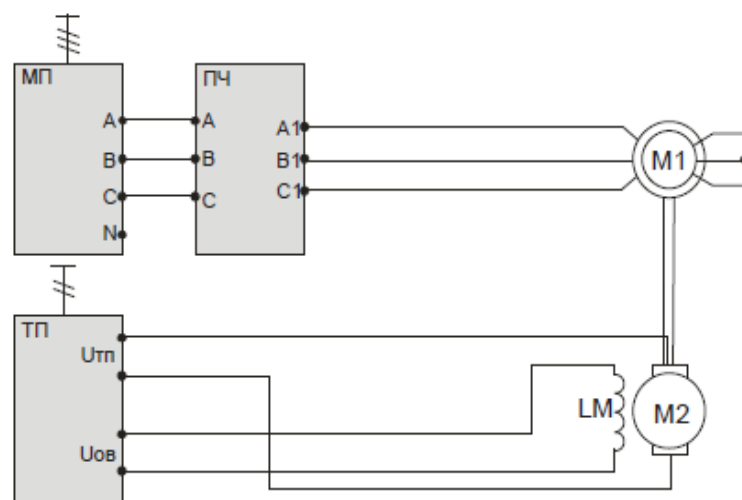

Рисунок 1.4 – Схема исследования ПЧ
- собрать схему (рисунок 1.4);